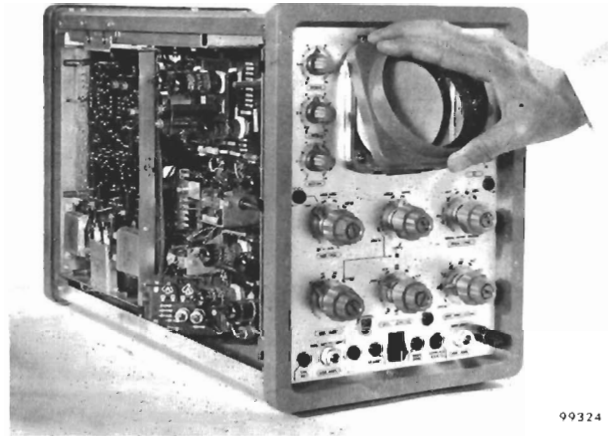

Fig. 23
1. Pak de beschermkap vast als aangegeven in fig. 23.